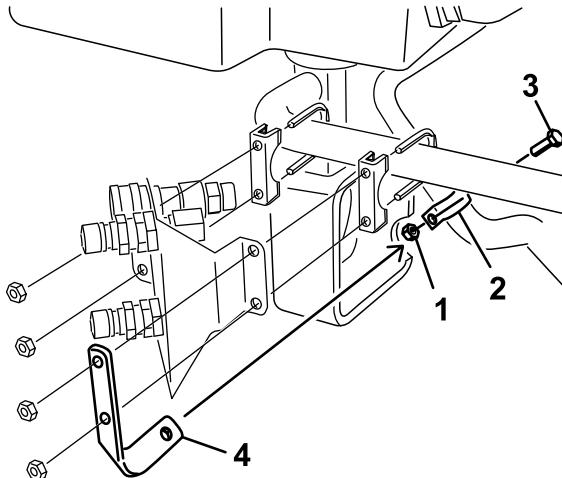

Figura 28
6. Instale um grampo em R no tubo hidráulico grande como se mostra na Figura 28.
7. Instale o grampo em R no suporte de fixação com um parafuso (5/16" x 7/8") e porca (5/16"); consulte Figura 28